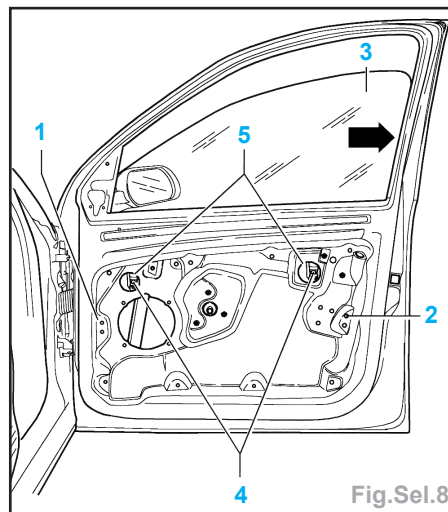

Fig.Sel.8
- Descendre la glace jusqu'à ce que les vis (4) se trouve derrière les ouvertures (5) (Fig.Sel.8).